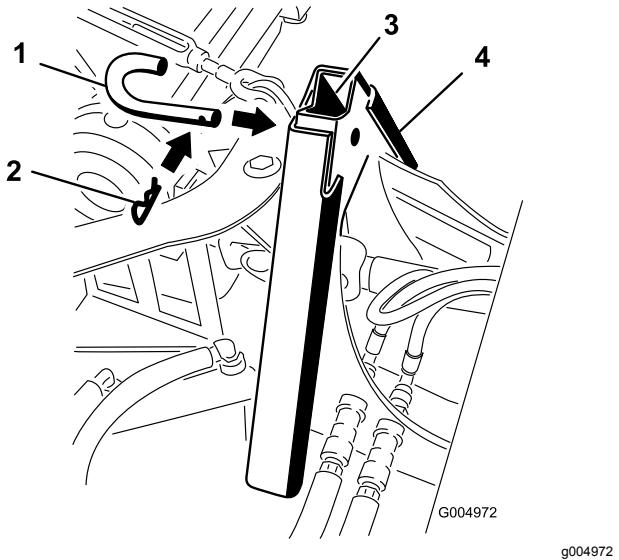

図 99
- 搭載アダプタ同士が相互に連結したら、アタッチメントピンとヘアピンで固定する図 99。